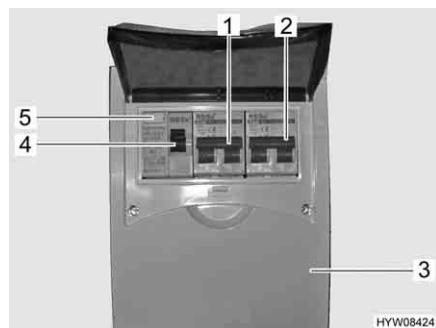

Fig. 67 Scatola dei fusibili a 230 V con interruttore di sicurezza e interruttore automatico FI
Un interruttore di sicurezza per correnti di guasto (interruttore automatico FI) (Fig. 67,4) nella scatola dei fusibili (Fig. 67,3) protegge l'intero veicolo da correnti di guasto (0,03 A).
L'interruttore di sicurezza collegato in serie (10 A) (Fig. 67,1) protegge le prese da 230 V, la centralina elettrica, il caricabatteria supplementare e il frigorifero.
Per veicoli con accessori opzionali, p. es. l'impianto di climatizzazione a tetto, un ulteriore interruttore di sicurezza (16 A) (Fig. 67,2) protegge l'apparecchio. La scatola dei fusibili si trova vicino al collegamento a 230 V.
- Se il veicolo è collegato all'alimentazione a 230 V, premere il tasto di controllo (Fig. 67,5). L'interruttore di sicurezza per correnti di guasto (FI) deve scattare.